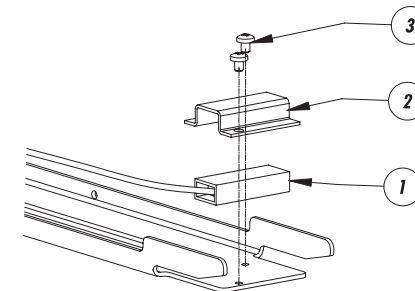

Fig. 2
- Montare nella parte anteriore e inferiore della slitta interna della custodia in sequenza la resistenza PTC (Fig. 2, punto 1), il supporto di fissaggio (punto 2) e le viti di fissaggio (punto 3).
- Monter en séquence sur la partie antérieure et inférieure de la glissière interne du caisson: la résistance PTC (Fig. 2, point 1), le support de fixation (point 2) et les vis de fixation (point 3).
- Underneath the front of the inner slide of the housing, assemble the following in sequence resistance PTC (Fig. 2, point 1), fastening support (point 2) and fastening screws (point 3).
- Im vorderen und unteren Teil des internen Gehäuseschlittens folgende Teile nacheinander anbringen den Heizwiderstand PTC (Fig. 2, Punkt 1), die Halterung (Punkt 2) und die Befestigungsschrauben (Punkt 3).